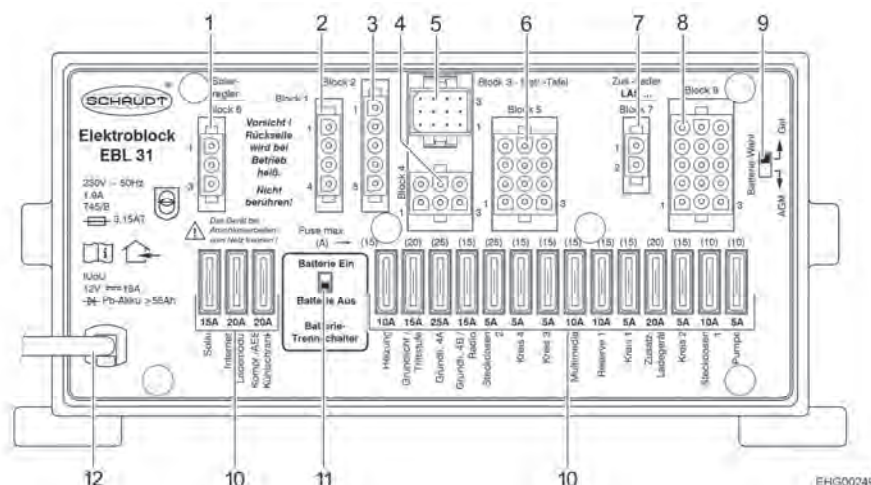

Fig. 95 Bloque eléctrico (EBL 31)
- ▷ Para desconectar **todos los** consumidores eléctricos de 12 V de la alimentación de corriente y prevenir una descarga de la batería del habitáculo, ajustar el separador de batería (Fig. 95,11) en el bloque eléctrico en "Batterie Aus" (batería Off).
- ▷ Los consumidores como el cargador, el regulador de carga solar, el panel o similares, toman corriente de la batería, incluso al estar desconectado el interruptor principal de 12 V en el panel (Fig. 96,6). Por ello, situar el separador de batería (Fig. 95,11) en el bloque eléctrico en "Batterie Aus" (Batería Off), cuando el vehículo no se utilice durante un tiempo prolongado.